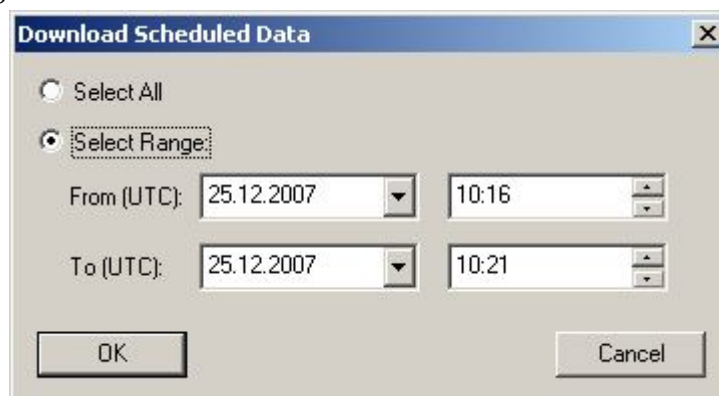

Рисунок 70
10.2.8 Для того чтобы удалить все содержимое с флэш-памяти в измерителе, щелкните кнопку  Erase Flash или выберите в ПО PSCSV™ Connection > Flash Memory> Erase ALL, рисунок 70